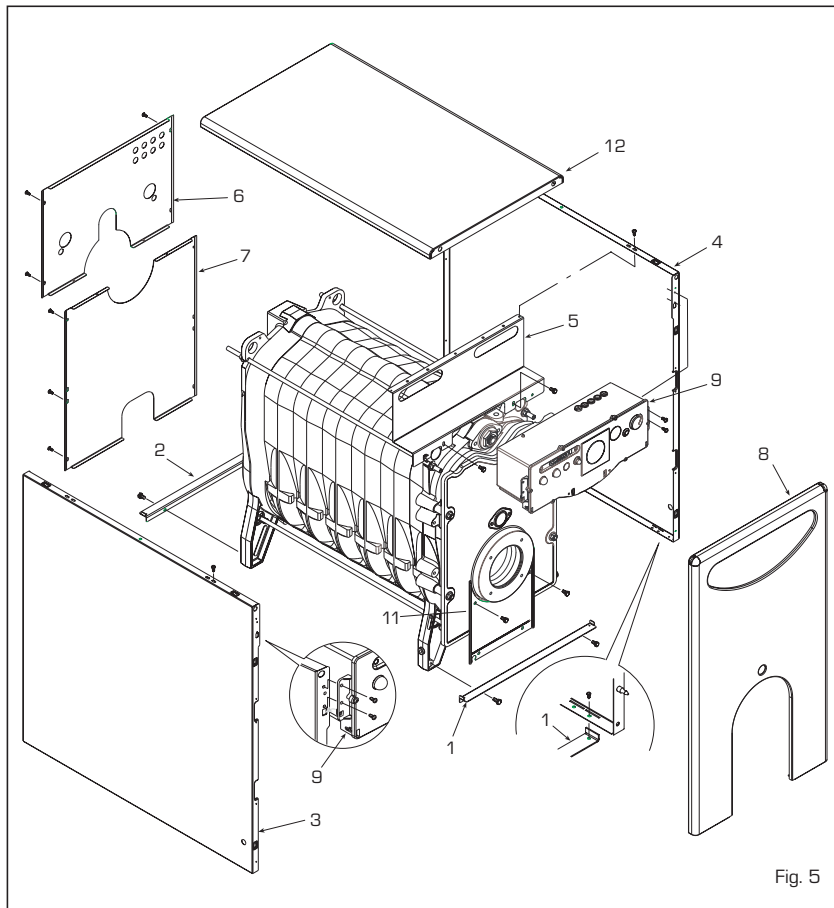

Fig. 5
2.5 MONTAGGIO MANTELLO "RONDÒ" (fig. 5)
Il mantello e il pannello comandi sono forniti a parte, in singole confezioni di cartone. Nell'imballo del mantello si trova il sacchetto contenente i documenti della caldaia e la lana di vetro per coibentare il corpo di ghisa. Eseguire il montaggio del mantello nel seguente modo (fig. 5):